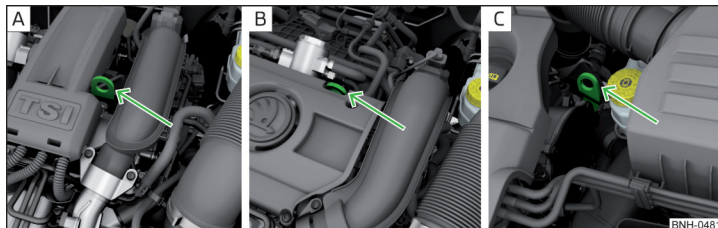

Fig. 147 Punctul de masă al motorului: Sistemul START-STOP
- Motoare 1,2 l/63 kW TSI și 1,2 l/77 kW TSI » fig. 147 - A
- Motor 1,4 l/90 kW » fig. 147 - B
- Motor 1,6 l/77 kW TDI CR » fig. 147 - C